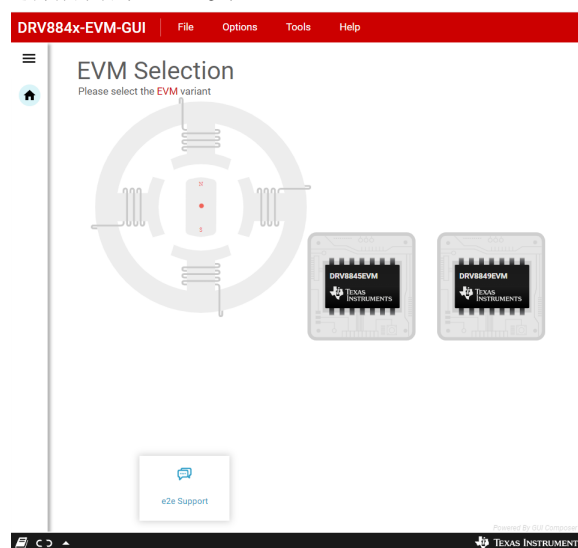

图 7-1. DRV884x-EVM GUI 主屏幕
2. 从下方图 7-1 引用的屏幕中选择所需的 EVM 类型